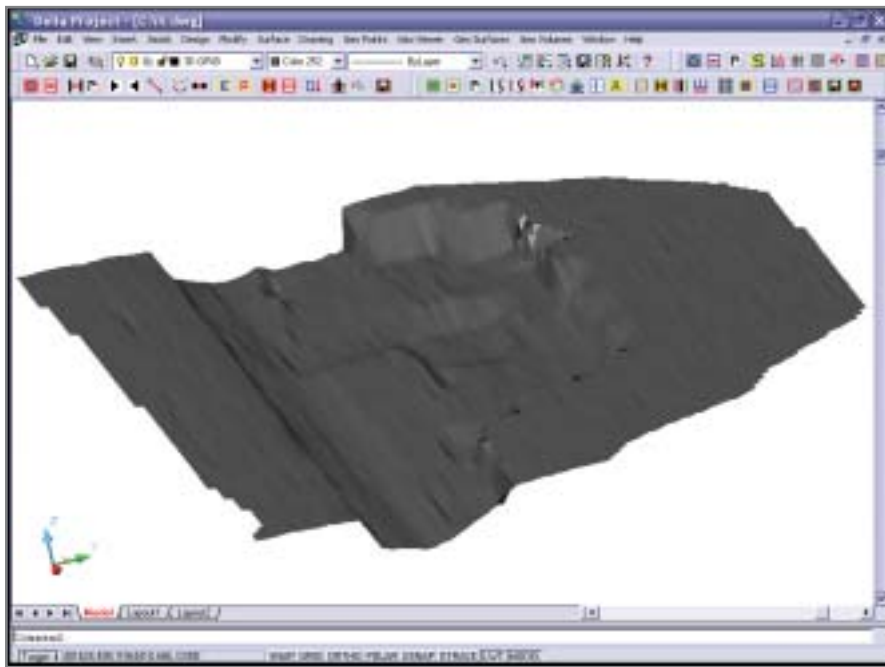

Рис. 4. Модуль для представления промерных данных в виде поверхности
- **DeltaSurface** — модуль для представления промерных данных в виде поверхности (рис. 4).